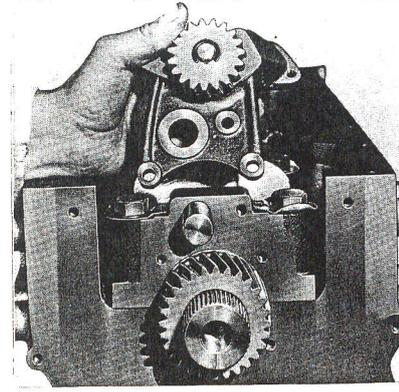

Fig. P6 — Dépose de la pompe à huile.
5. Déposer les trois vis de fixation de la pompe sur le chapeau de palier N° 1 et sortir la pompe (fig. P6).